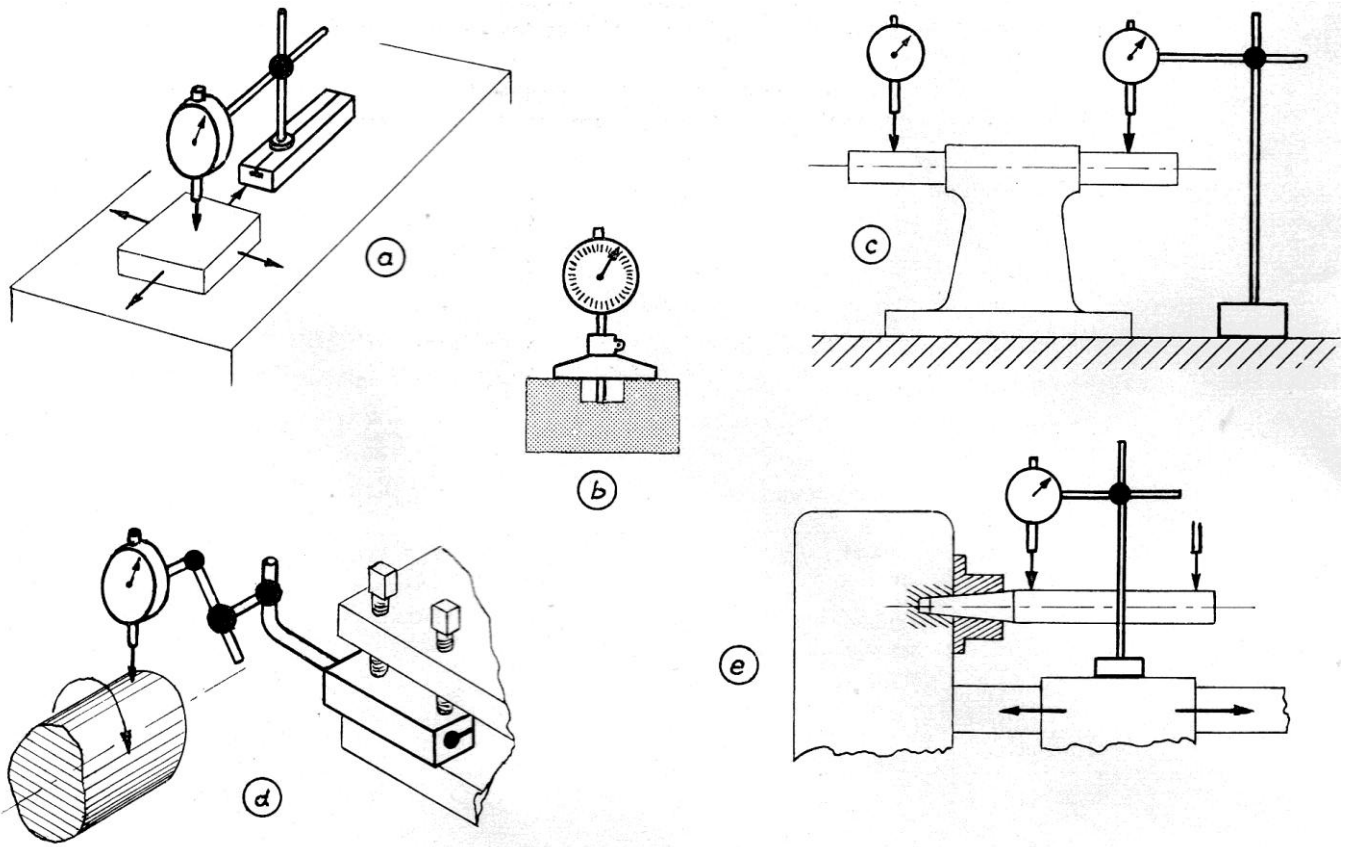

Figure 6
**Usages divers** (figure 6)
- des pièces (parallélisme, rainures) (figure 6 a, b, c)
- du montage des pièces sur les machines (centrage, concentricité) (figure 6 d)
- des formes géométriques des machines au montage et à la réception (figure 6 e).